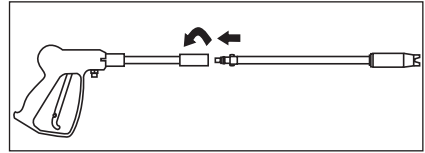

Figura 5 - Conexión de la pistola y lanza
1. Inserte la lanza en la pistola y gírela en el sentido de las agujas del reloj hasta que llegue a su tope, como se muestra en la Figura 5.